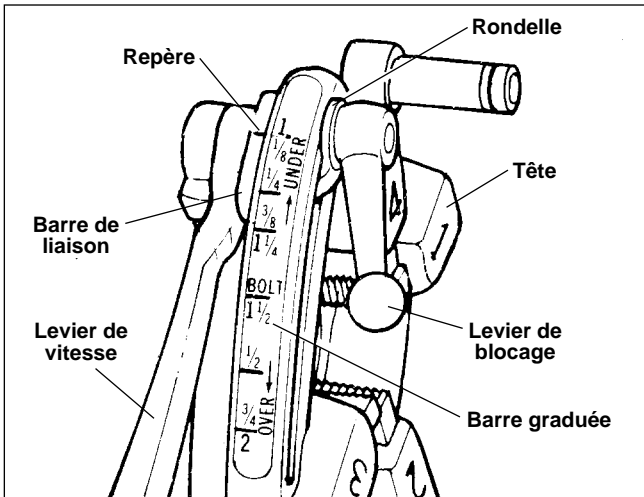

Figure 11 – Tête de filière universelle à ouverture rapide
6. Tête de filière à ouverture rapide N° 811A (*Figure 11*) – Lorsque l'extrémité du tuyau en cours de filetage arrive à fleur de l'extrémité de la filière numéro 1, tournez le levier d'embrayage à la position OPEN (ouverte) pour ramener les filières.
La tête de filière universelle N° 811A (*Figure 11*) pour filetages à droite utilise quatre jeux de filières pour couvrir le filetage des tuyaux allant de $\frac{1}{8}$ à 2 po de diamètre. Un jeu de filières est nécessaire pour chacune des sections suivantes : ($\frac{1}{8}$ po), ($\frac{1}{4}$ à $\frac{3}{8}$ po), ($\frac{1}{2}$ à $\frac{3}{4}$ po) et (1 à 2 po). Le filetage des tiges nécessite un jeu de filières spécial pour chaque section de tige. Il n'est pas prévu de filières à boulons pour les têtes de filière universelles à filetage à gauche.